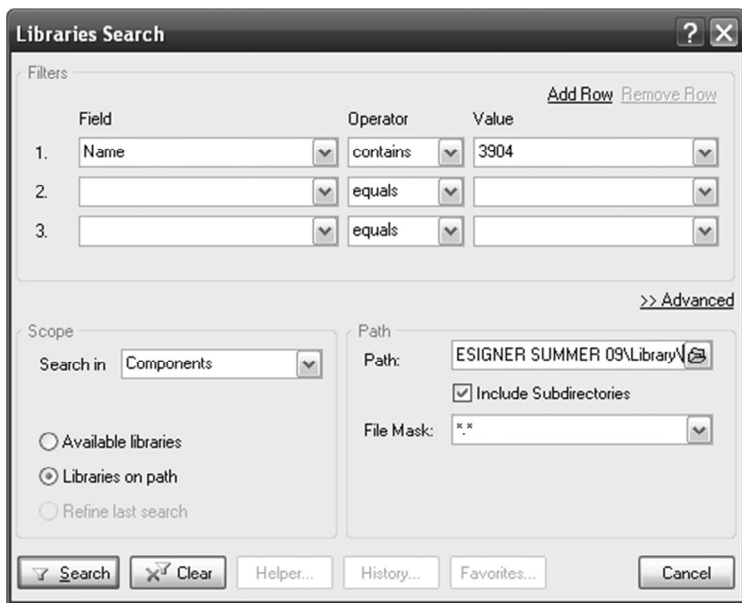

Рис. 3.3. Поиск компонентов в библиотеке
3. Убедитесь, что в диалоговом окне, изображенном на рис. 3.3, заданы следующие опции: